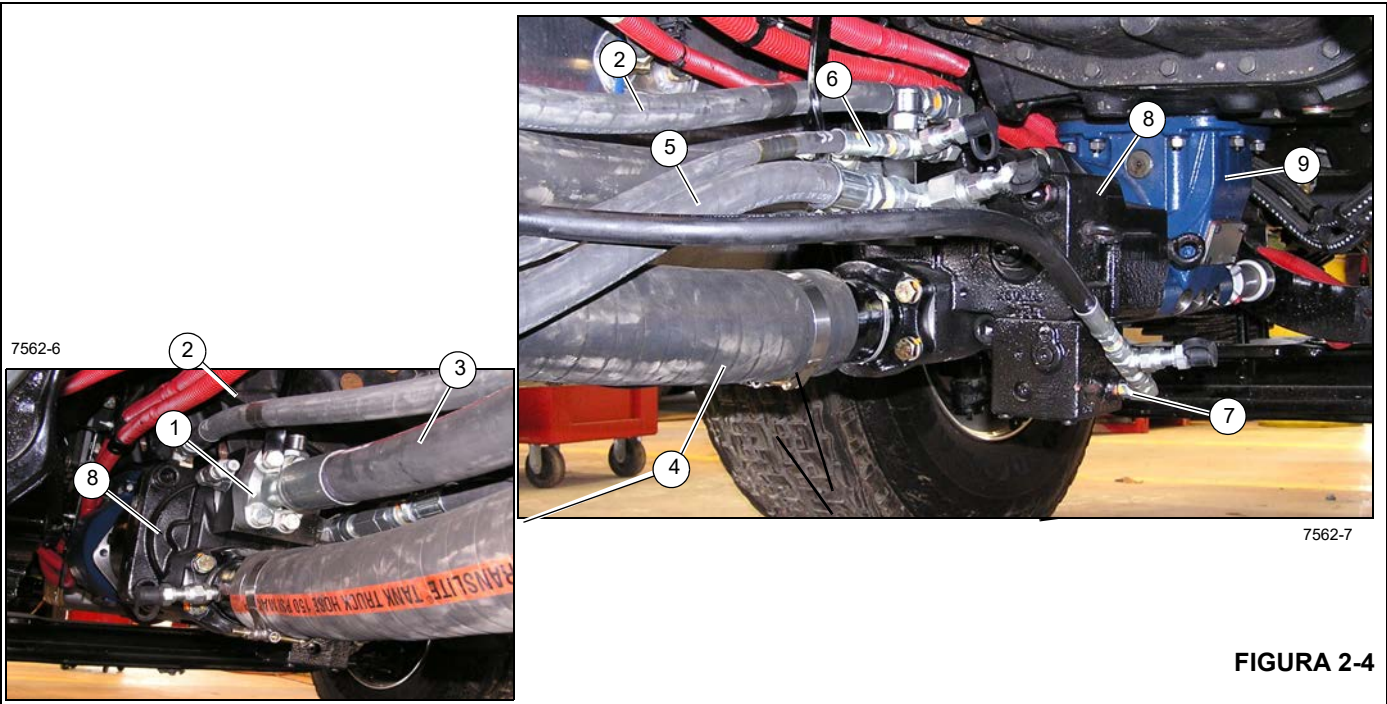

FIGURA 2-4
Lista de itens da Figura 2-4
A pressão do sistema hidráulico é fornecida por uma bomba hidráulica de pistão axial montada na PTO (Tomada de força) do caminhão (Figura 2-4). A bomba hidráulica requer uma PTO com capacidade nominal de 156,5 kW (210 hp) a 2200 rpm.
4. Encha a carcaça da bomba com fluido hidráulico. Derrame o óleo diretamente no orifício de drenagem superior da caixa (Figura 2-4).